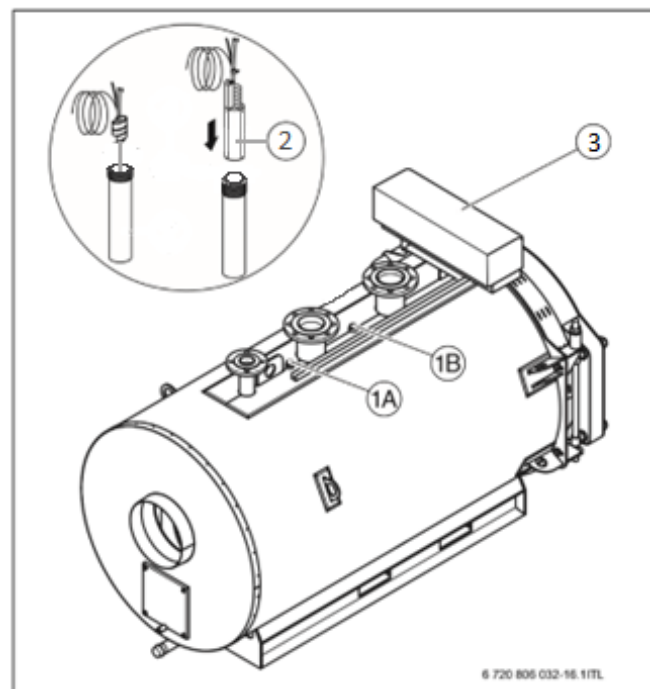
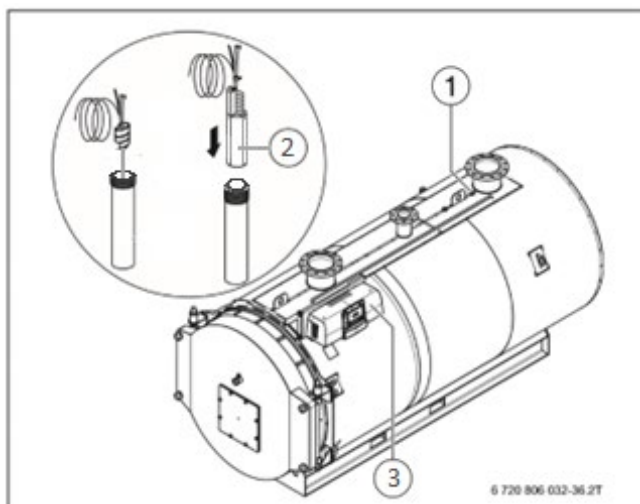

Рисунок 20 Установка датчика температуры SK 120 – 820 кВт
Рисунок 21 Установка датчика температуры SK 1040 – 1850 кВт
Датчики предохранительного ограничителя температуры (STB) и регулятора температуры (TR) должны устанавливаться в точках замера на верхней стороне котла (Рисунок 20 и Рисунок 21).